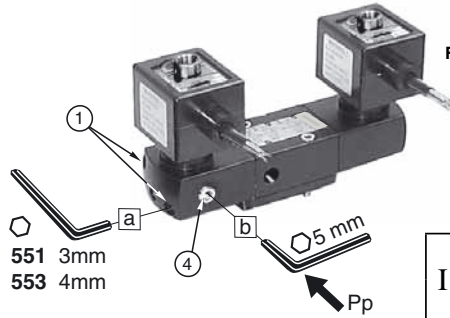

Fig. A2
2. Configure the pilot operator side as indicated opposite for the monostable version (**fig. A2**).
3. Configure the return operator side as follows: unscrew the two end cover screws (1) with a 3 mm hex key (551) or 4 mm hex key (553) (**fig. A2**).
4. **551** - Flip selector seal (2) and position it so that blanked position (3) is orientated as shown in **fig. C**.
2. Adaptation du coté commande : identique à la version monostable décrite ci-contre (**fig.A2**)
3. Adaptation du coté rappel : desserrer les deux vis (1) de l'embout avec une clé 6 pans de 3 mm (551) ou de 4 mm (553) (**fig.A2**)
4. **551**- Retourner le joint de sélection (2) et le positionner en respectant la position de l'oreillette obturée (3) voir **fig.C**.
- Anpassung auf der Ansteuerseite: wie bei der nebenstehend beschriebenen monostabilen Ausführung (**Abb. A2**).
- Anpassung auf der Rückstellseite: Lösen Sie die beiden Schrauben (1) an der Endplatte mit einem Sechskantschlüssel SW 3 mm (551) oder 4 mm (553) (**Abb. A2**).
- 551** - Drehen Sie die Wechseldichtung (2) um und positionieren Sie sie unter Beachtung der mit einer Lasche abzudeckenden Öffnung (3) wie in **Abb. C** angegeben.